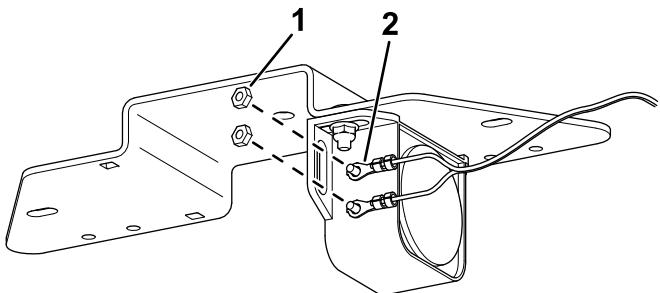

**Figura 1**
- Utilizzate i bulloni e i dadi per fissare l'allarme alla staffa di montaggio (Figura 1).